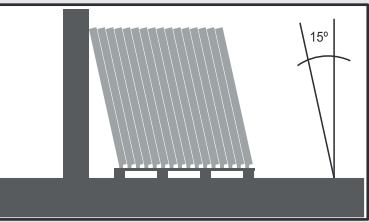

Figura 1 - Detalhes do armazenamento das esquadrias
- e) As esquadrias devem ser armazenadas em pé, na mesma posição de instalação, num ângulo aproximado de 15 graus e sem o contato direto com o piso irregular. Caso seja necessário, utilize um apoio de madeira, (Conforme Figura 1).